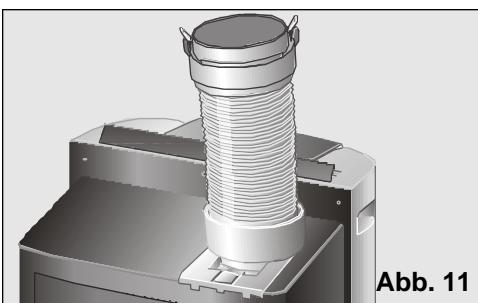

Abb. 11
- Ziehen Sie die Fensterdüse ab und bringen Sie den Abluftschlauch in die Stellung, die in **Abbildung 11** dargestellt ist.